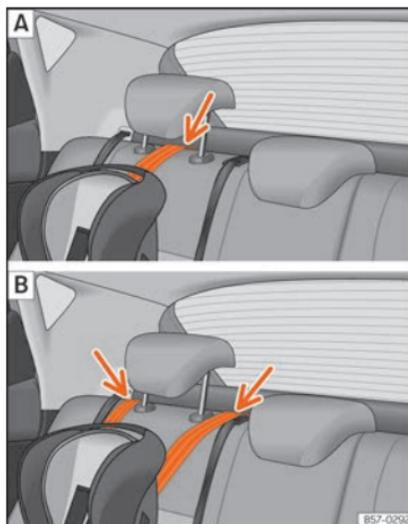

Fig. 26 Bancos traseiros: ajuste e montagem em função do cinto Top Tether.
- Coloque a correia por baixo do encosto de cabeça do banco traseiro »» Fig. 26 (em função das instruções da própria cadeira, levante ou retire o encosto de cabeça, se for necessário).